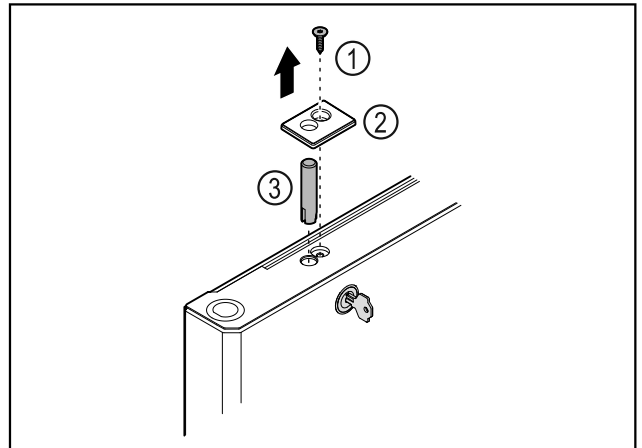

Fig. 37
- ▶ Retirer la vis Fig. 37 (1).
- ▶ Décrocher le cache Fig. 37 (2) avec un petit tournevis et le retirer.
- ▶ Retirer l'axe de la serrure Fig. 37 (3).